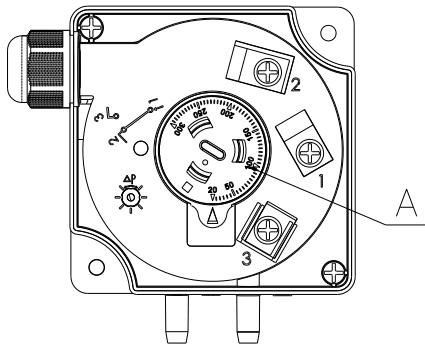

图 5
1. 打开上盖即可看到，开关示意图如图 5 所示。
需要的压力/压差可通过设定旋钮上的刻度盘(图 5 中 A)获得。仅需要用一字螺丝刀旋转刻度盘到指针所示位置即可。